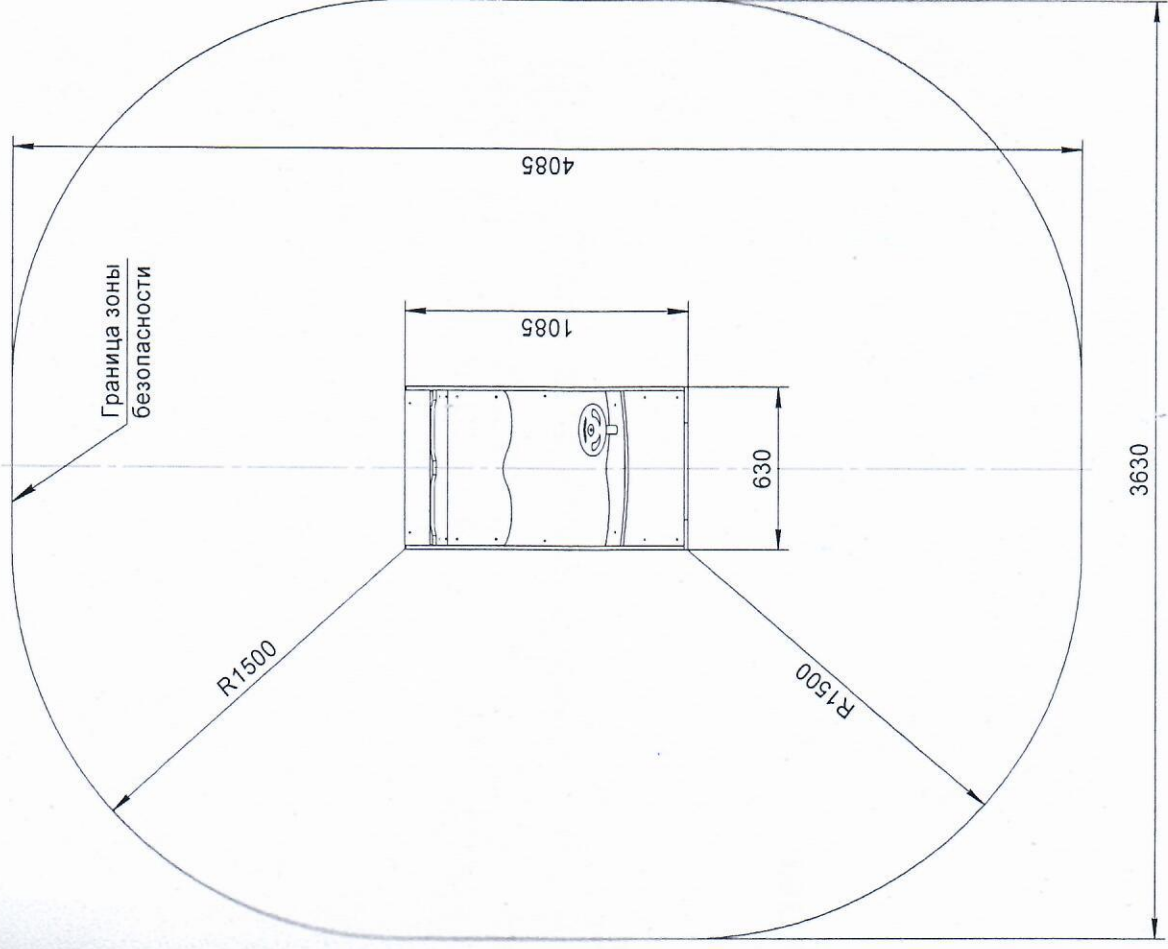

Рисунок 3 - Зона безопасности
5.2 При установке изделия на площадке необходимо выдержать размеры зоны безопасности (от 1,5 до 3,5 м по периметру изделия) согласно требованиям ГОСТ Р 52169, ГОСТ Р 52167, ГОСТ Р 52168 и др. (см. рисунок 3, с.14).